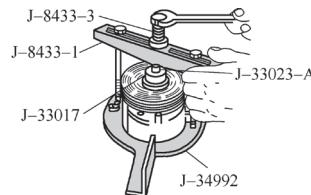

图 5-82 离合器转子和轴承的安装
- ①装回轴承。
- ②装回离合器转子和轴承如图 5-82 所示。
- ③装回空位卡环。
- ④装回离合器盘和毂总成。
- ⑤把压缩机装回车上。